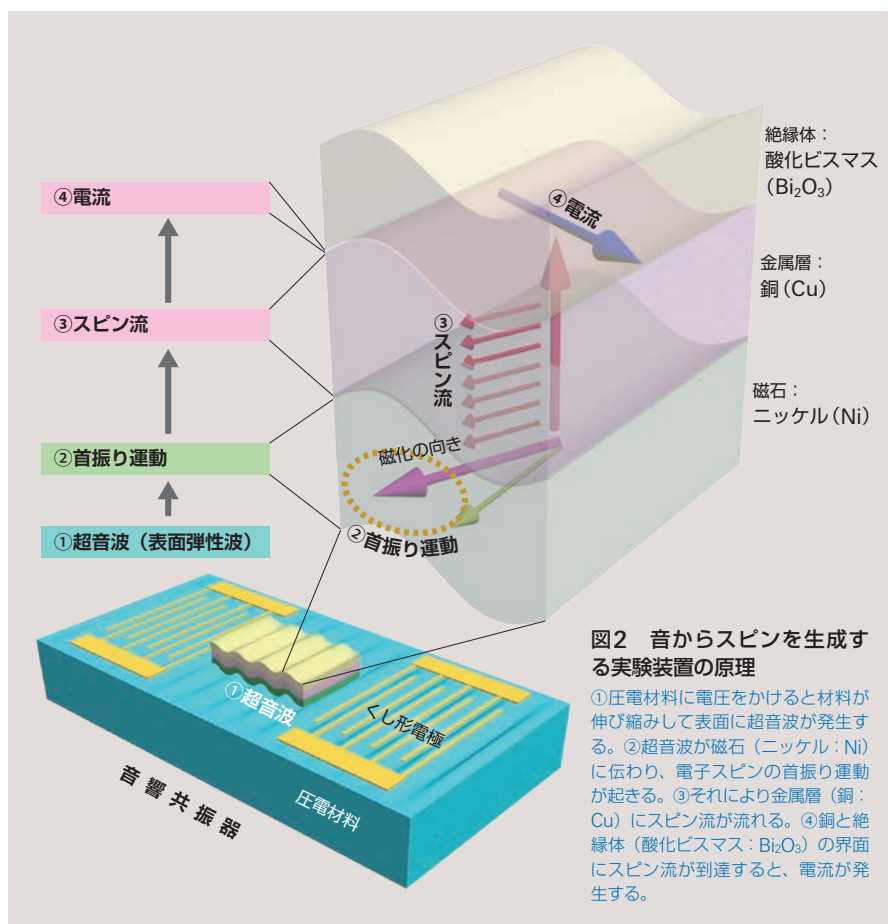
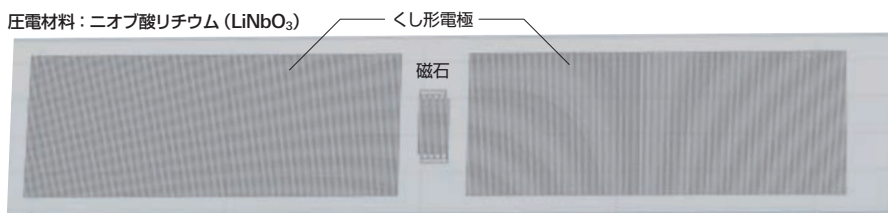

図2 音からスピンを生成する実験装置の原理
図3 音響共振器の顕微鏡画像
電材料に電圧をかけると、超音波が発生してニッケルが振動し（図2①）、その中の電子スピンの首振り運動を起こす（図2②、図3）。するとニッケルの上に付けた銅の層にスピンの流が発生する（図2③）。
スピン流が銅と絶縁体（酸化ビスマス）の界面に到達すると、電流に変換される（図2④）。つまり、スピン流を介して音を電流に変換することができるのだ。